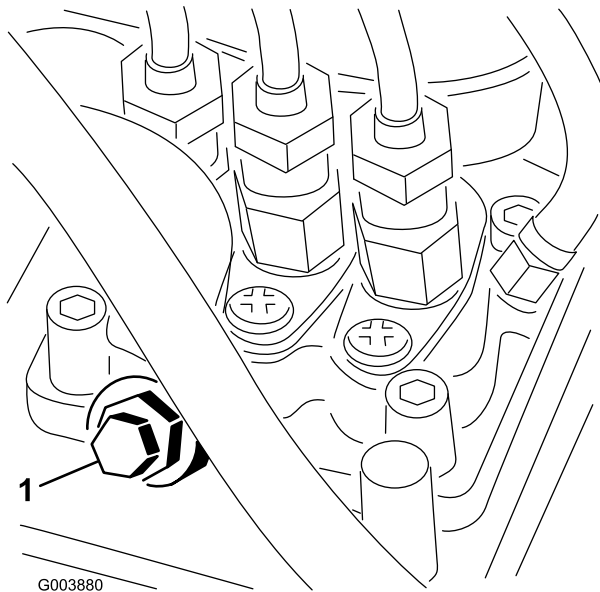

Figura 15
3. Abra el tornillo de purga de aire de la bomba de inyección de combustible (Figura 15).